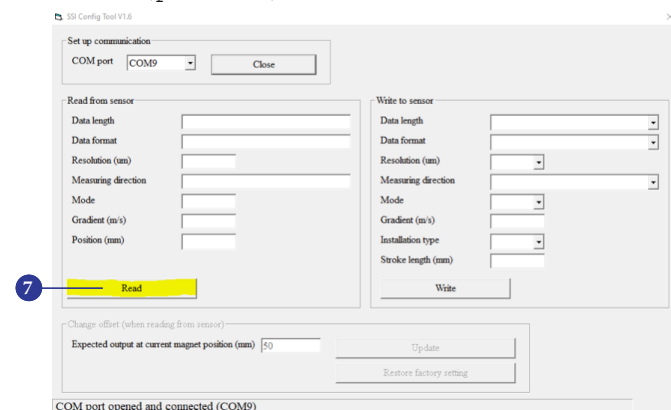

Рис. 10. Расположение кнопки чтения данных
5. После установления соединения нажмите кнопку «Прочитать (Read)», расположенную в левом нижнем углу окна (рис. 10).